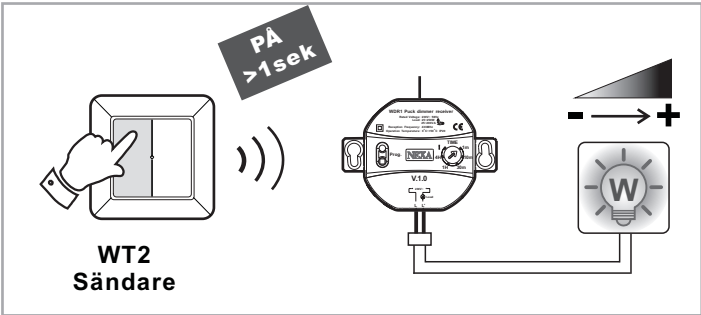
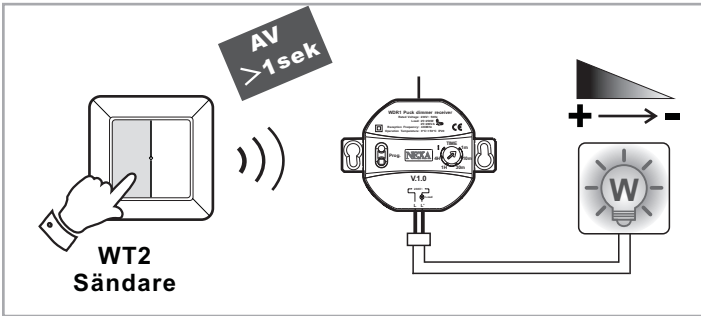

fig.11
fig.12
Genom långt tryck (>1 sek)på vippans övre/nedre del kan ljusnivån på ansluten last justeras steglöst. Mottagen signal indikeras genom att LED'n blinkar. (se fig.11 & fig.12).
- Håll vippans övre del intryckt (>1sec). Ljusnivån når sitt maxvärde inom ca. 4sec. Släpp vippan för att stoppa dimringen (se fig.11).
- Håll vippans nedre del intryckt (>1sec). Ljusnivån når sitt minvärde inom ca. 4sec. Släpp vippan för att stoppa dimringen (se fig.12).